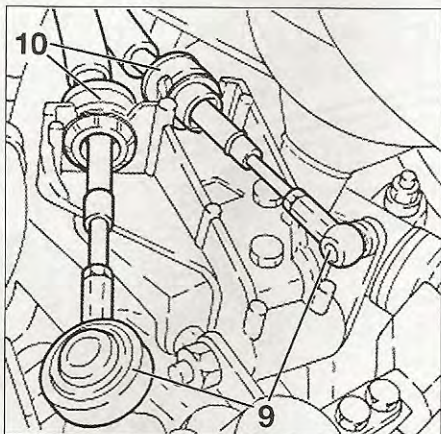

fig. 13
- Desconectar los cables (9) de mando y de selección de las relaciones (fig. 13).
- Tirar hacia la parte trasera los casquillos (10) de bloqueo y separar los cables de mando y de selección de su soporte.